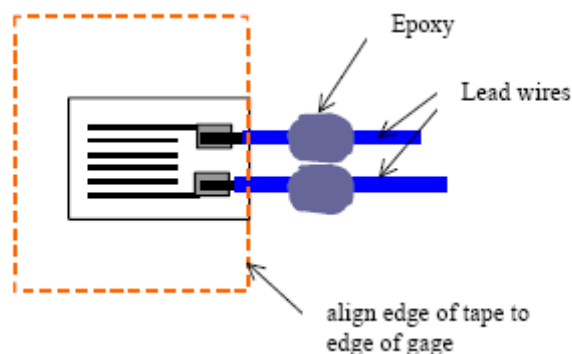

Figura. 5
10. Elimine 2 mm del aislamiento en un extremo de los cables de conexión. Situe ambos extremos de los cables sobre los pad de soldadura, seguidamente use un trozo de cinta adhesiva para mantenerlos en su lugar. Coloque la tira de cinta tal como se muestra en la Figura 5.
11. Aplique una pequeña cantidad de epoxi para pegar los cables al cuerpo de la célula de carga, como se muestra en la Figura 5. Esto evitará que las tensiones ejercidas por los cables se transmitan a los sensores. (Una vez que los cables hayan sido soldados a los pad de conexión).